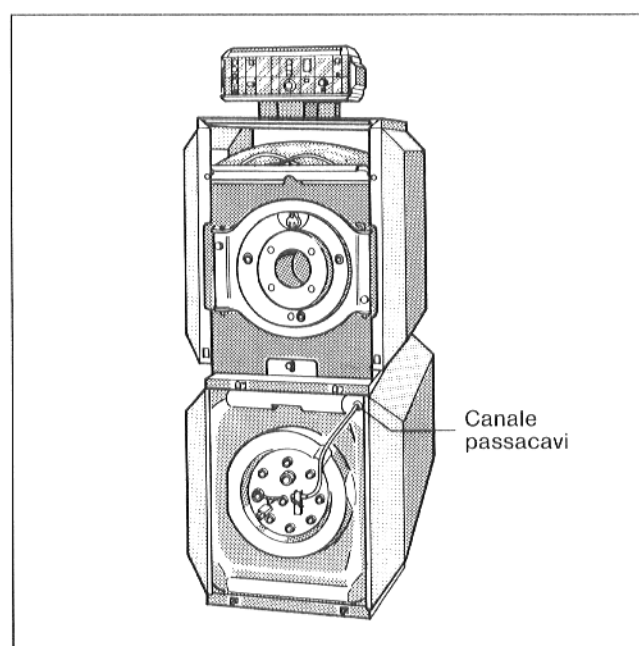

Fig. 4
- Posare la linea del circuito sonde nel canale passacavi (Fig. 4).